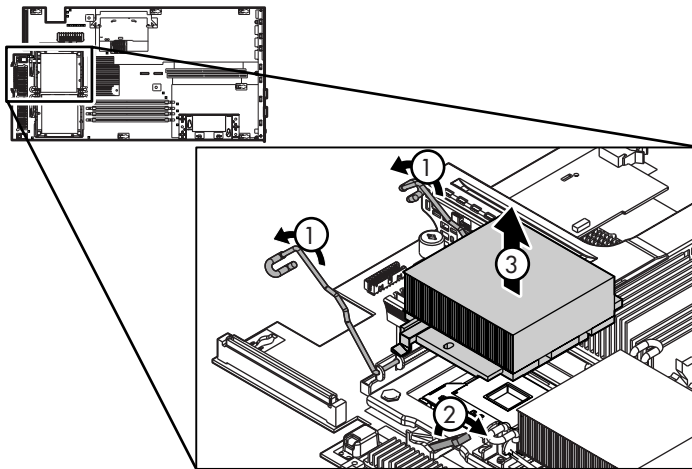

図 94. プロセッサ固定クリップを外し、ロック用レバーを持ち上げる
5. プロセッサ アセンブリ (1) のいずれかの側面にあるプロセッサ固定クリップを外します (図 94)。
6. ロック用レバーを約180度上に回転させることにより、コネクタからのプロセッサのロックを解除します (2)。